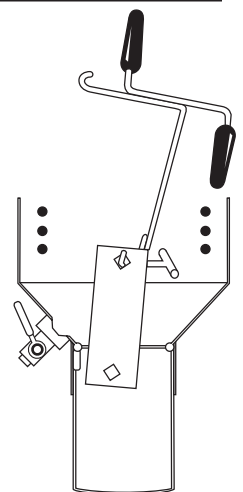

FIGURE 5
15. Abaissez la plaque chauffante dans le collecteur à l'aide du crochet de vidange du panier (figure 5).